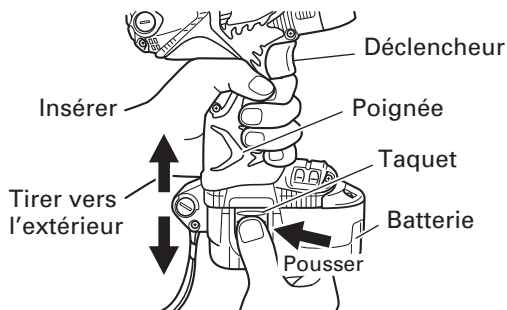

Fig. 4
Aligner la batterie sur la fente de la poignée de l'outil et la glisser à l'intérieur. Toujours insérer la batterie à fond, jusqu'à ce qu'elle se bloque avec un petit déclic. Sinon, elle risque de tomber accidentellement de l'outil et de blesser l'opérateur ou d'autres personnes alentour. (Fig. 4)
Sortir la batterie de la poignée de l'outil tout en appuyant sur les taquets (2) de chaque côté de la batterie. (Fig. 4)